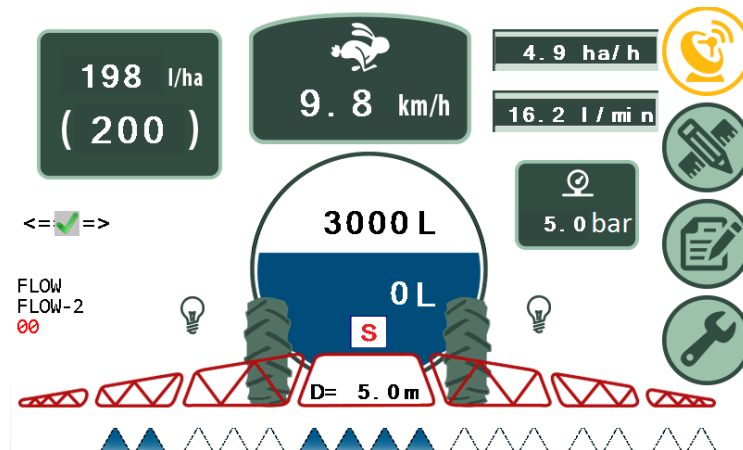
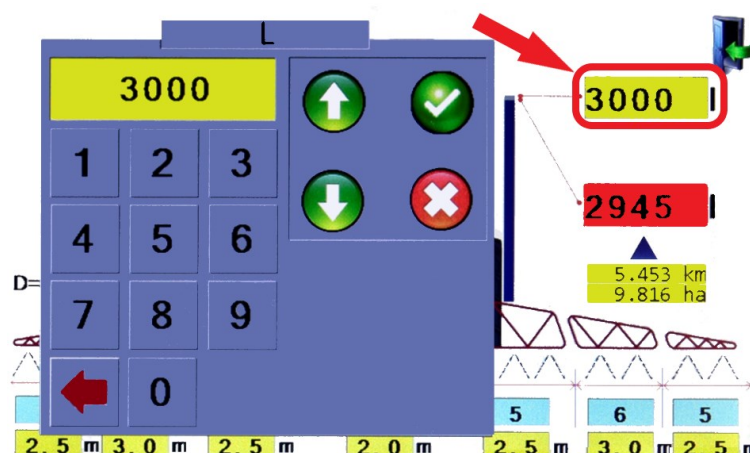
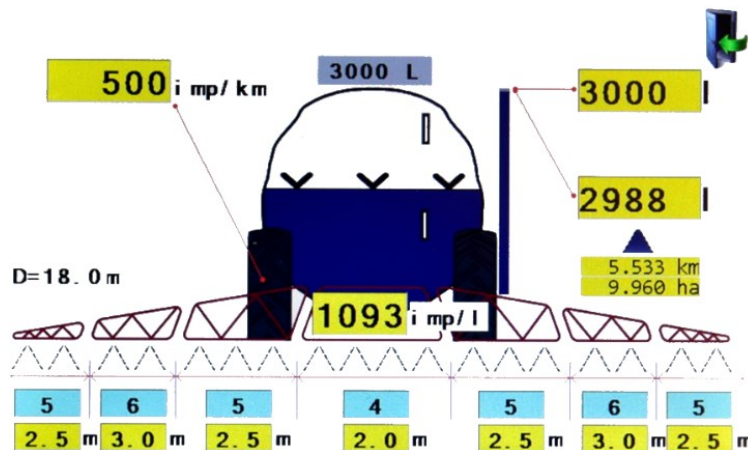

Bild 10
Bild 11
Bild 23
Durch die Verwendung des Bildschirms kann die Spritzregulierung vollständig gesteuert werden. Das Hauptmenü des AG-TRONIK-Bildschirms wird nachfolgend dargestellt (Bild 10).
- Die Eingabe der aktuellen Menge des Spritzmittels mit dem Drücken auf  im Hauptmenü (Bild 10) durchführen, dann auf das mit dem Pfeil markierten Feld drücken und zuletzt die Füllbeziehungsweise die Anfangsmenge eingeben, die in den Behälter gegeben wurde (Bild 11).
- Der HV kann auch durch Drücken auf  im Hauptmenü (Bild 10) und dann auf  eingestellt werden.
Hauptmenü (Bild 10) auf  drücken. Dann öffnet sich ein neues Menü (Bild 23).